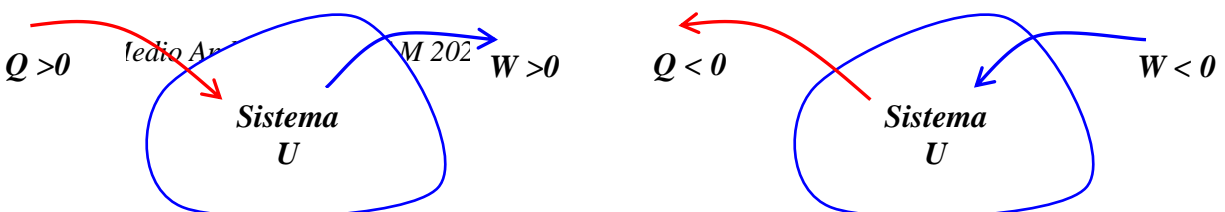

Figura xx.6 Convención de signos para las magnitudes W y Q .
Ciclo de Carnot: Un ciclo de gran importancia en la termodinámica es el ciclo de Carnot. El mismo consiste en un gas ideal que realiza un ciclo formado por dos transformaciones isotérmicas combinada por dos transformaciones adiabáticas como se muestra en la Figura xx.6.
Fig. xx.15. Bomba de calor operando con dos fuentes térmicas. Según el diagrama de la derecha, Ciclo de Carnot invertido (la circulación a a la inversa del de la Figura xx. 6. Pero se cumple que $Q_f/T_f = Q_c/T_c$, o sea que $COP = Q_c/W \approx T_c/(T_c - T_f)$.
Así, mientras las máquinas térmicas originarias (Figura xx.6) toman calor de una fuente caliente (Q_c), realizan un trabajo (W) y ceden el resto de la energía a una fuente fría (Q_f), las bombas de calor (que también son máquinas térmicas), funcionan al revés, es decir, toman calor de una fuente fría (Q_f), con el trabajo (W) que debemos aportar a la máquina para el funcionamiento del compresor, y entregan calor a la fuente caliente (Q_c). Claramente esto es contrario a lo que ocurre espontáneamente en la naturaleza. En estas máquinas, BC, lo que hacemos *es mover el calor*, pero en un modo peculiar, aquí *buscamos que el calor fluya de la fuente fría a la caliente*.